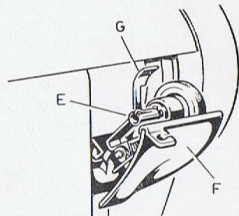

Abb. 8
- Deckel « F » (Abb. 8) wird geöffnet, Hebel « G » nach vorne gedrückt und die Spule auf die Welle « E » gesteckt, wobei der Rand mit den Löchern nach links gerichtet sein muss. Ein Druck auf die Welle « E » bewirkt, dass der Deckel « F » geöffnet bleibt.